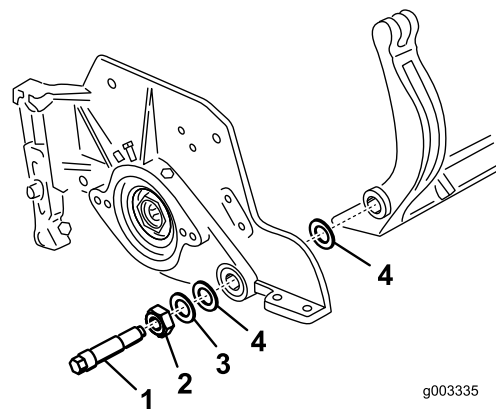
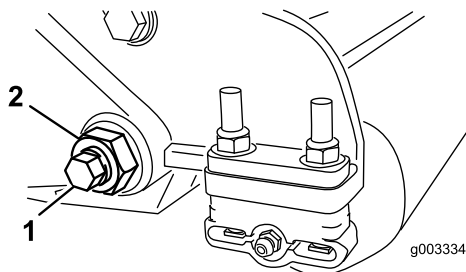

図 30
図 29
- ベッドバーボルト [図 29] を固定しているロックナット機体両側をゆるめる。
- 各ベッドバーボルトを抜いて、ベッドバーを下に引き抜いて外す [図 29]。ベッドバーの両端にナイロンワッシャとスチールワッシャが枚ずつあるので注意する [図 30]。
- ベッドバー・ボルトとボルトについているナットとワッシャ6枚で、ベッドバーを各サイドプレートに固定する。ナイロンワッシャはサイドプレートの両側のボスに嵌め込む。ナイロンワッシャの外側からスチール製ワッシャを取り付ける [図 30]。ベッドバーボルトを 27-36 N・m (2.8-3.7 kg・m = 240-320 in-lb) にトルク締めする。
完全になくなって外側のスチール製ワッシャが回らなくなるまでただし決して締めすぎになったりサイドプレートが変形したりしていないロックナットを締め付ける。内側のワッシャには遊びがあってよい 図 30。